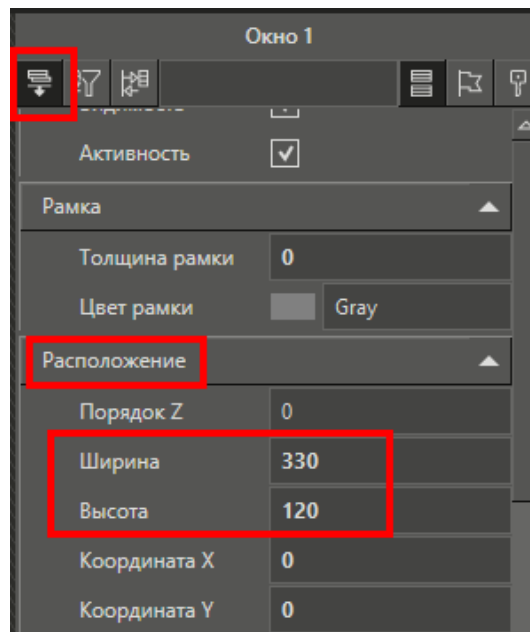

Рис. 13. Настройки окна
Дважды нажмем левой кнопкой мыши по созданному окну, чтобы перейти в редактор визуализации. В настройках окна зададим ширину и высоту окна (см. рис. 13).
**Обратите внимание**, что если вы не видите каких-либо параметров, то следует переключиться в продвинутый режим просмотра (пиктограмма в верхнем левом углу панели опций, см. рис. 13).